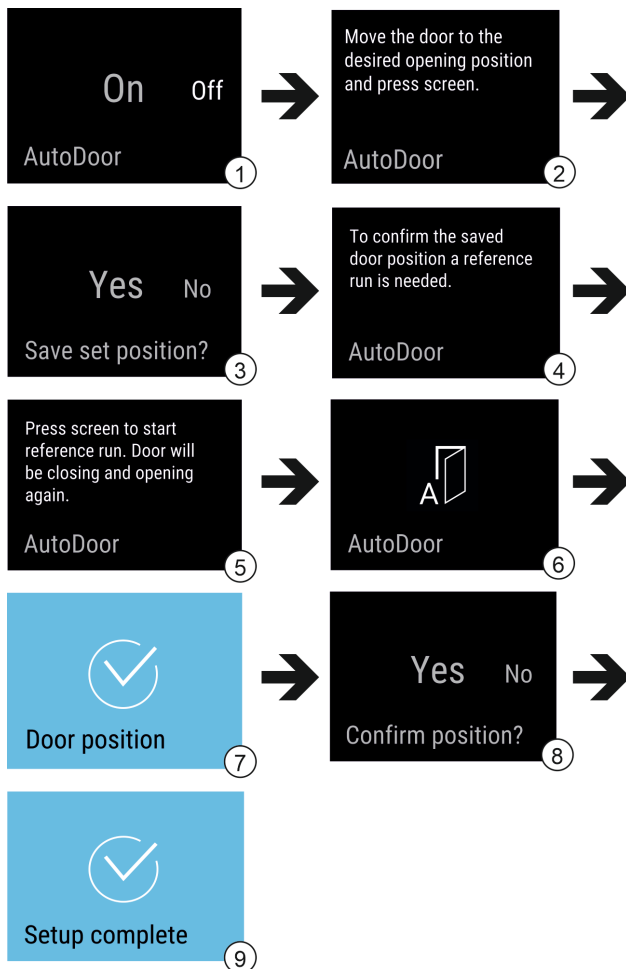

Fig. 13 Exemples de représentation des écrans en anglais
- ▶ Activer AutoDoor : Balayer l'affichage à l'écran sur On. Fig. 13 (1)
- ▶ Appuyer sur l'affichage pendant 3 secondes. Fig. 13 (1)
- ▶ Configurer l'angle d'ouverture de porte : ouvrir la porte au moins à 70°. Fig. 13 (2)
- ▶ Confirmer l'angle d'ouverture de porte : appuyer sur le message affiché à l'écran. Fig. 13 (3)
- ▶ Lancer la course de référence : appuyer sur l'écran. Fig. 13 (5)
- ▷ L'écran clignote. Fig. 13 (6)
- ▷ La course de référence a été exécutée avec succès : l'affichage s'allume en bleu pendant 2 secondes. Fig. 13 (7)
- ▶ Confirmer l'angle d'ouverture de porte. Fig. 13 (8)
- ▷ L'affichage s'allume en bleu. Fig. 13 (9)